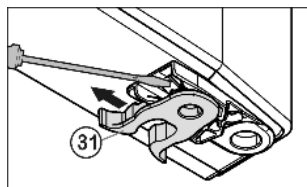

Fig. 9
- ▶ Premještanje opružne stezaljke Fig. 9 (31): Pritisnite osigurač prema dolje, prevucite opružnu stezaljku preko njega.